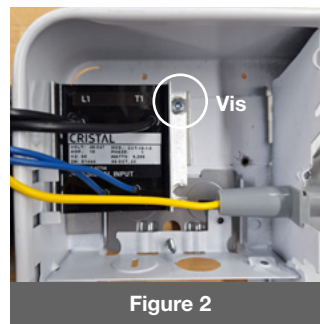

Figure 2
- 3** Positionner le relais sur la plaque d'installation et visser le en place avec la vis fournie (**Figure 2**).